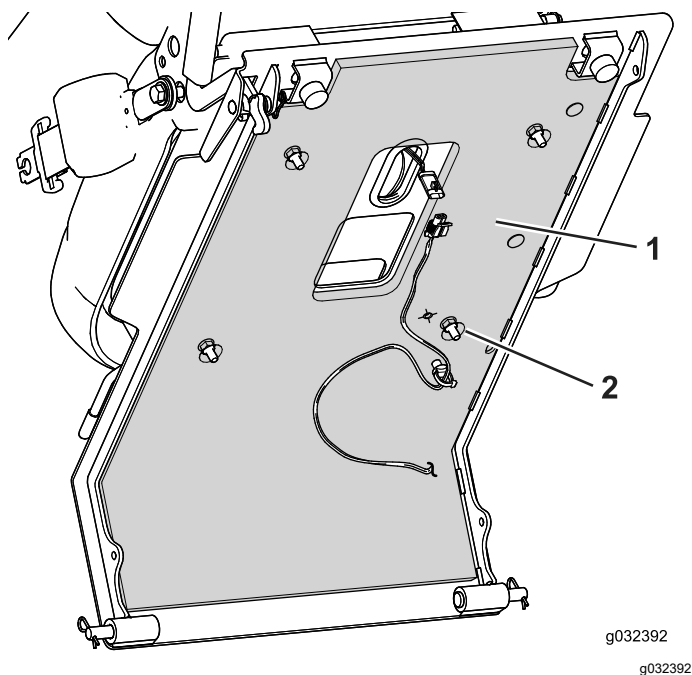

Figure 6
5. Retirez la pellicule protectrice et appliquez l'écran thermique sur le fond de la plate-forme du siège (**Figure 6**).